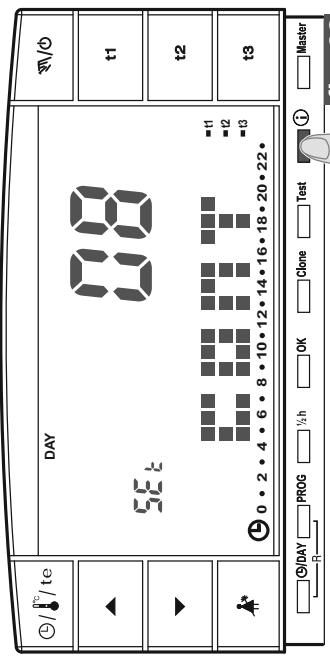

fig. 68
- Dalla videata precedente premere un'altra volta il tasto **①**: sul display apparirà la scritta **CONT** e il valore di contrasto attivo; impostazione di fabbrica **08** (esempio in fig. 68).